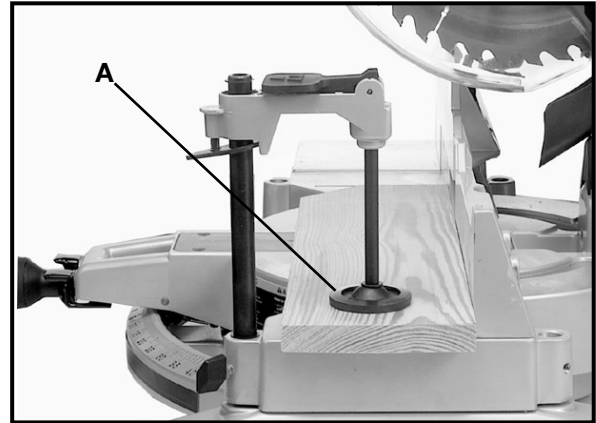

Fig. 35
3. Placez la pièce à couper sur la table et serrez-la fermement contre le guide à l'aide du serre-joint. La figure 35 illustre le serre-joint (A) utilisé pour serrer la pièce contre le guide et la table.
4. **AVERTISSEMENT** : Si la pièce à couper vous oblige à mettre la main à l'intérieur de la zone à risque (voir la section «**ZONE À RISQUE DE LA TABLE**»), la pièce doit être fixée en place, avec le serre-joint, avant de la couper, comme l'illustre la fig. 35.